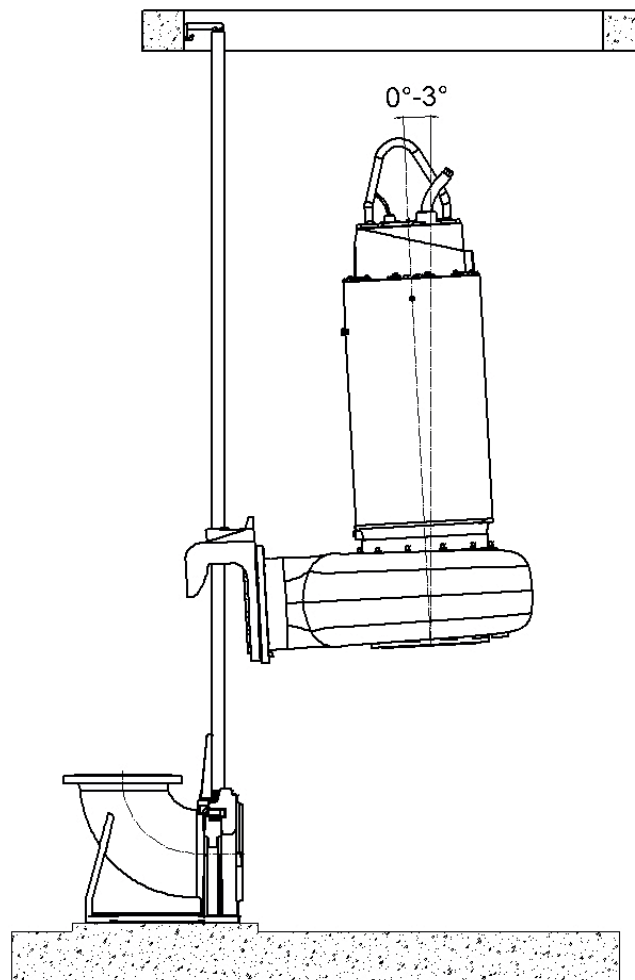

Fig. 12 Descenso de la bomba XFP
**ATENCIÓN** *La instalación de bombas debe realizarse según la Fig. 12.*